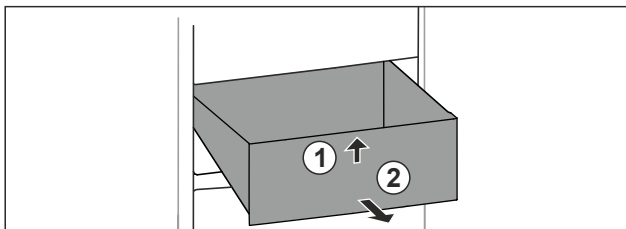

Fig. 96
- Løft skuffen foran. Fig. 96 (1)
- Ta ut skuffen framover. Fig. 96 (2)